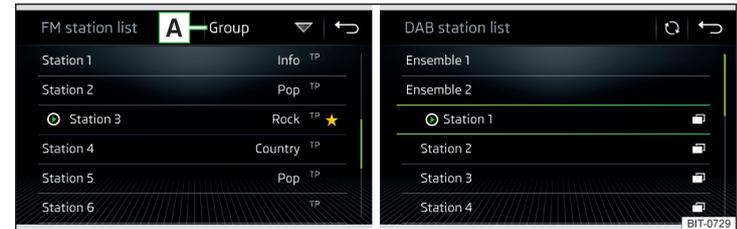

Abb. 164 Beispiel der Liste verfügbarer FM/DAB-Sender
▶ Zur **Sortierung** (FM) der Sender in alphabetischer Reihenfolge, laut Gruppe oder Genre, die Funktionsfläche **A** » **Abb. 164** antippen » **!**
- Zur **Filterung** der Sender nach dem Programmtyp (bspw. Kultur, Musik, Sport u. Ä.) in der FM¹⁾- und DAB²⁾-Senderliste die Funktionsfläche  » **Abb. 164** antippen.
- ▶ Zur **manuellen** Aktualisierung die Funktionsfläche  » **Abb. 164** antippen.